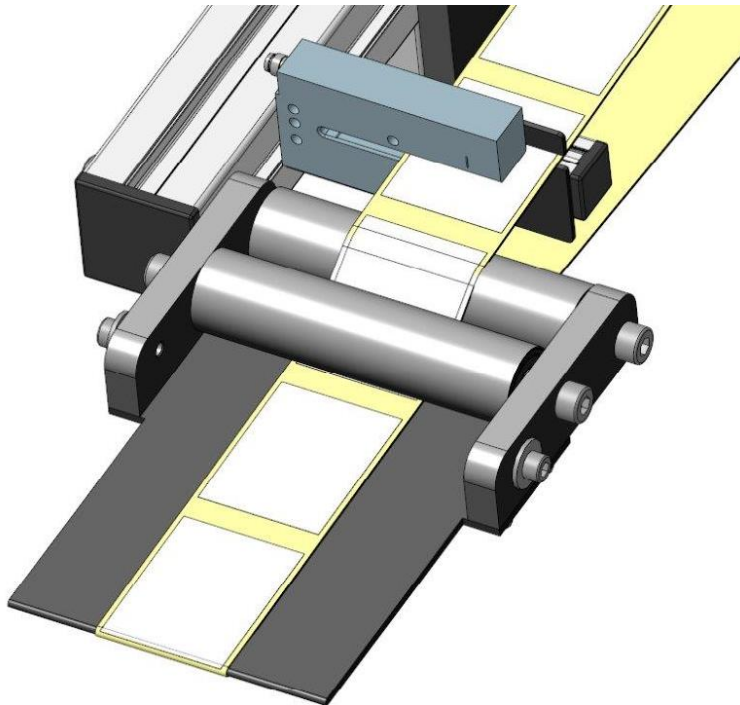

Рисунок 5. Правильное положение этикетки перед нанесением (и после нанесения) на срезе накладывающей пластины.
5.2.4.2. Наблюдайте правильный выход этикетки на накладывающей пластине. Правильный выход этикетки на накладывающей пластине подразумевает, что этикетка по окончанию движения ленты должна свободно отходить от ленты-основы, а передний край следующей этикетки должен останавливаться ровно на срезе накладывающей пластины или иметь небольшой выход (вылет) в 1-2 миллиметра (рис. 5).
7.2.3.3. Устанавливаем «Вылет, мм» - дистанция продвижения этикетки после срабатывания датчика этикетки (датчика Стопа). Вылет задаётся в миллиметрах. После срабатывания датчика Стопа происходит продвижение этикетки на расстояние, равное сумме Вылета и Дистанции торможения. Следует правильно выбирать значения этих двух параметров, выполняя условие, чтобы при нанесении этикетка полностью отделялась от несущей ленты при останове (см. рис. 5).